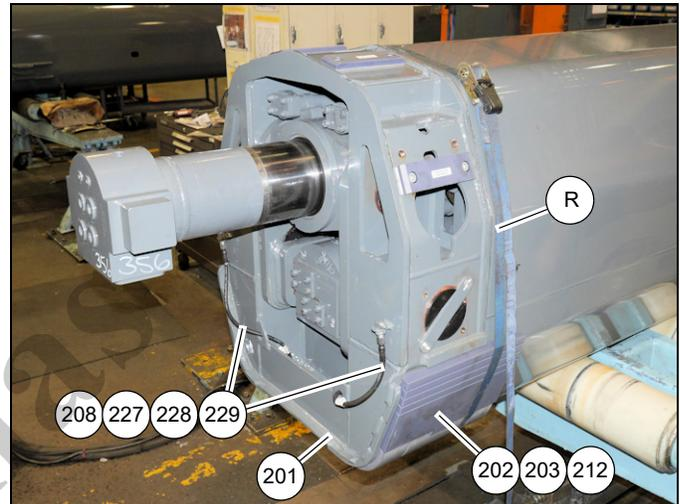

FIGURA 4-121
88. Instale os calços (212) e as placas de desgaste (202, 203) na parte inferior (conforme orientada) do telescópio 1 (201). Alinhe os furos nos calços com os pinos no telescópio 1. Conecte os conjuntos de mangueiras de graxa ao furo traseiro de cada placa de desgaste (202). Fixe as placas de desgaste ao telescópio 1 (201) usando uma cinta de catraca (R) (consulte a Figura 4-121).
89. Posicione a base (101) de cabeça para baixo sobre suportes adequados atrás do telescópio 1 (201).